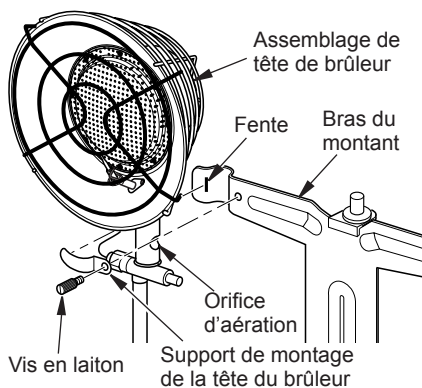

Figure 3 - Fixation de l'assemblage de la tête du brûleur au bras du montant
4. Montez l'assemblage du brûleur sur le bras du montant en utilisant les supports de montage de la tête du brûleur et les vis en laiton comme l'illustre la figure 3. Insérez le bout du support dans la fente du bras. Fixez avec une vis. Vérifiez que les orifices d'aération sur les côtés de la tubulure du brûleur ne sont pas bouchés. Serrez fermement les brûleurs en place.